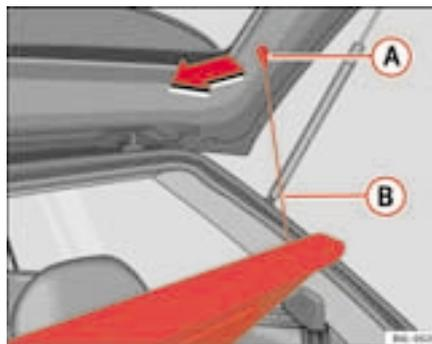

Fig. 87 Pianale portaoggetti
- Sganciare i tiranti ⇒ fig. 87 **B** dagli alloggiamenti **A**